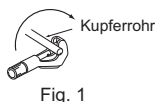

Fig. 1
- Der Ablaufschlauch sollte nach unten gerichtet sein, um ein gutes Abfließen sicherzustellen. (Fig. 1)
- 1) Fassen Sie die Kältemittelleitungen und den Ablassschlauch zusammen und umwickeln Sie sie anschließend vom Ende her mit Filzband (4).
- 2) Ziehen Sie die Ablasskappe rechts hinten von dem Innengerät heraus. (Fig. 1)
- Schneiden Sie das Kupferrohr sachgemäß mit einem Rohrschneider ab. (Fig. 1, 2)